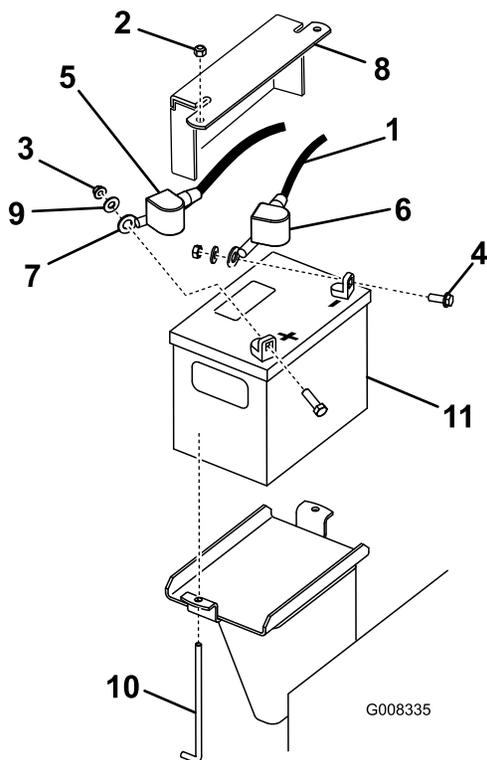

図 39
3. マイナスケーブルのゴムカバー黒を外す。バッテリーのマイナス-端子から、マイナスケーブルを外す 図 39。
4. 次にプラス端子についている赤い保護カバーをずらして、赤いプラスケーブルを露出させる 図 39。
5. バッテリーを固定している押さえ板、Jボルト、ロックナットを外してバッテリーを外す 図 39。
1. 機体にバッテリーを取り付ける 図 39。
3. まず、プラスケーブル赤を、バッテリーのプラス+端子にはめ、ボルト、ワッシャ、ナットで固定する 図 39。ゴムカバーをかぶせる。
4. 次に、マイナスケーブルとアース線を、バッテリーのマイナス-端子にはめ、ボルト、ワッシャ、ナットで固定する 図 39。ゴムカバーをかぶせる。